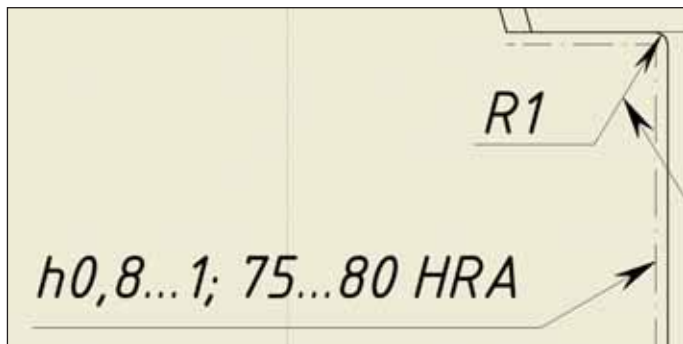

Рис. 13. Обозначение покрытия
- 4) Обозначение покрытия соответствует ГОСТ 2.310-68. Процесс очень прост: сначала используется инструмент простановки штрихпунктирного обозначения на расстоянии 1 мм от контурной линии, а затем с использованием выносок наносятся показатели свойств материалов (рис. 13).